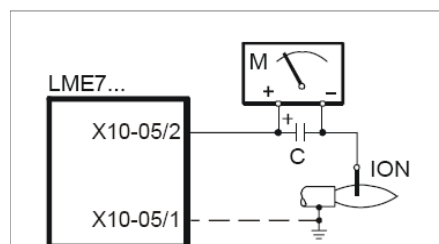

Fig. 7:
4. El VD se puede montar girado a 180°, fig. 7.